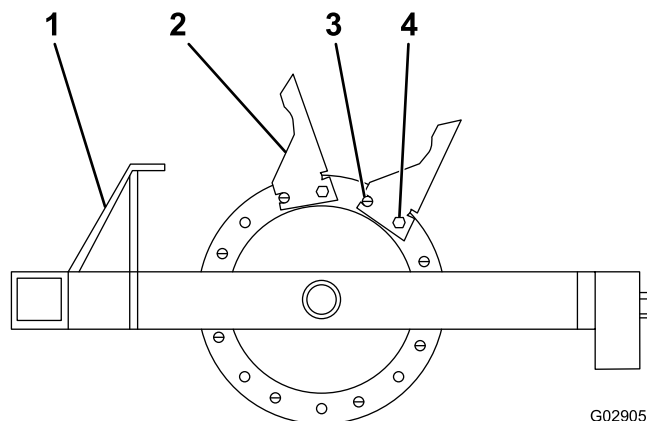

Figura 20
- Iniziate dall'elemento fuso esterno e installate le fustelle come illustrato in Figura 20.
- Installate tutte le 8 fustelle sull'elemento fuso, mediante un perno cilindrico e i bulloni ($\frac{1}{2}$ " x 1- $\frac{3}{4}$ "), assicurandovi che il perno cilindrico si trovi nella posizione anteriore (Figura 20).